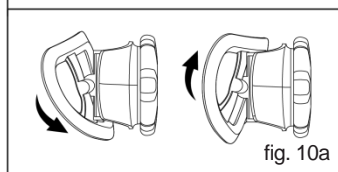

fig. 10a
• Las bandas frontal y trasera se ajustarán automáticamente según la forma de la cabeza, y las suaves almohadillas blandas se adaptan perfectamente a la frente y a la parte posterior de la cabeza, lo que aportará más comodidad (consulte la fig. 10a). Pruebe el ajuste de la banda de sujeción levantando y cerrando el casco unas cuantas veces mientras que lo lleva puesto. Si la banda de sujeción se mueve mientras se inclina, reajústela hasta que esté estable.